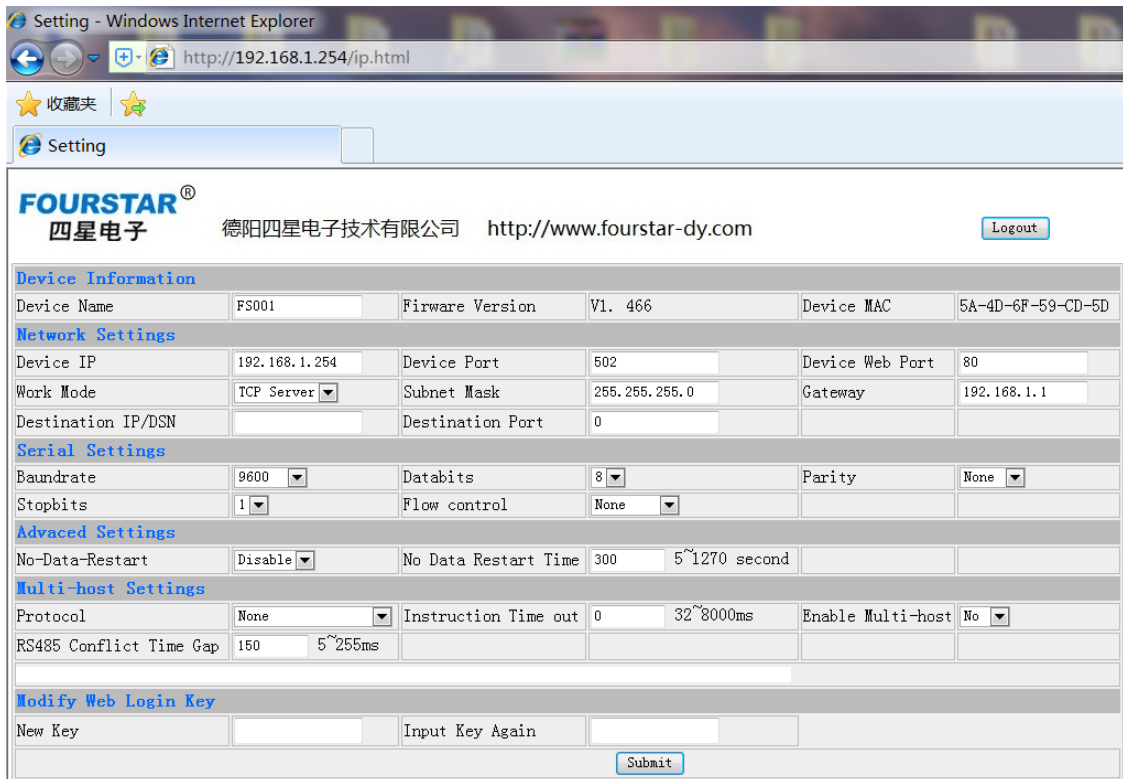

图4-2 参数设置界面
- 在IE浏览器地址栏输入模块的IP地址：192.168.1.254，弹出口令输入对话框，这时无需输入口令，直接点击“login”按钮即可进入图4-2参数设置界面。